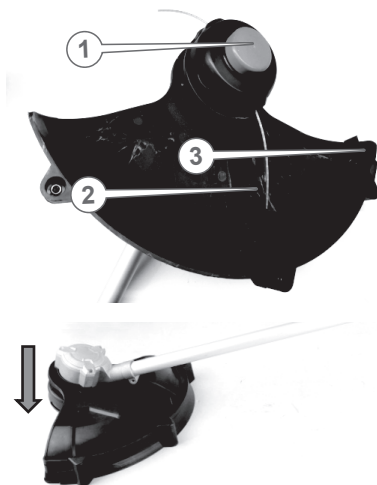

Рисунок 26. Схема перевірки механізму подачі жилки.
2. Перевірити подачу жилки (2, рис. 26), для чого – притиснути різальну головку (1, рис. 26) до землі під час роботи інструменту. Після подачі зайва жилка має бути автоматично обрізана нерухомим ножом (3, рис. 26) захисного кожуха до потрібної довжини.